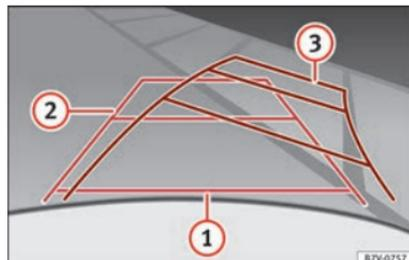

Fig. 216 Afficheur : lignes d'orientation de l'espace pour se garer derrière le véhicule.
Signification des lignes d'orientation projetées sur l'écran » » fig. 216. Toutes les longueurs des lignes d'orientation prennent comme référence un véhicule situé sur une surface horizontale.
- Passez la marche arrière lentement et tournez le volant de manière à ce que les lignes jaunes d'orientation vous guident jusqu'à la place » fig. 216 ③.